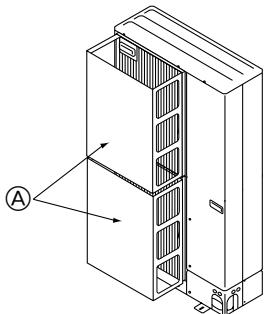

Fig. 2-15
- ① Τοποθετήστε έναν προαιρετικό οδηγό αέρα, εάν πρόκειται να εγκαταστήσετε τη μονάδα σε σημεία όπου υπάρχει ενδεχόμενο να φυσούν απευθείας στο στόμιο εξαγωγής του αέρα πολύ δυνατοί ανέμοι κτλ. (Fig. 2-15)